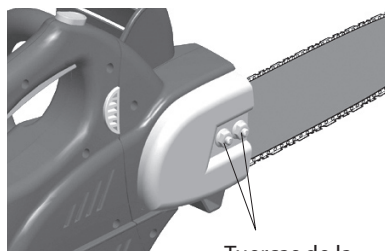

Figura 8 - Compruebe la tensión de la cadena
3. Hale la cadena con una fuerza leve hasta 1/8 de pulgada de la parte inferior de la barra guía y suéltela (vea la figura 8). Si la cadena se asienta con suavidad en su lugar, la tensión está correcta. Una ligera flojedad (1/16 de pulgada o menos) entre la cadena y la parte inferior de la barra guía es aceptable.